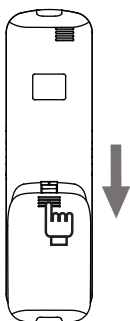

Abb. 2.6
1) Schieben Sie den Deckel am Batteriefach an der Rückseite der Fernbedienung in Pfeilrichtung (Abb. 2.6).